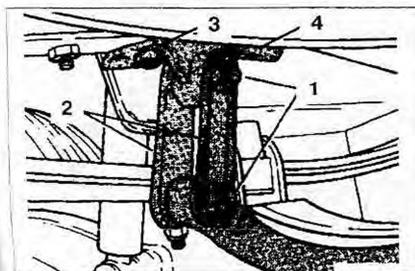

Рис. 5.12. Открутите гайки 1 крепления серег и снимите их. Снимите серьги 2. Для замены втулки в фиксаторе открутите болты 3 и снимите фиксатор 4.
1. Открутите гайки 1 крепления серег и снимите их. Снимите серьги 2 (рис. 5.12). Для замены втулки в фиксаторе открутите болты 3 и снимите фиксатор 4.